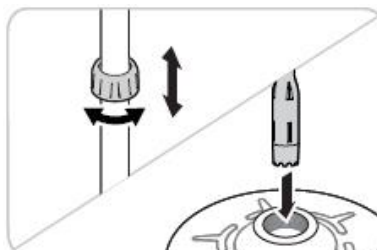

Рисунок 5 ( DEP-1702P)
2. С помощью регулировочной гайки отрегулируйте длину всасывающей телескопической трубки и опустите ее в емкость (смотрите рисунок 5 ниже).